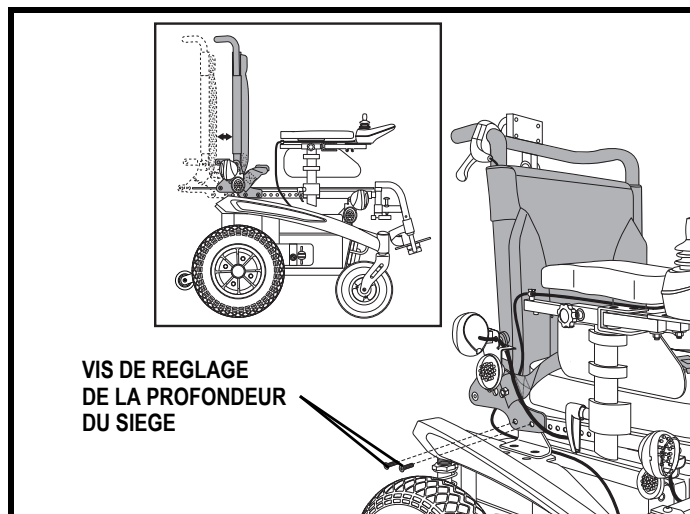

Figure 13. Réglage de profondeur du siège
2. Retirez les deux vis de réglage de la profondeur de chaque côté du siège. **Voir la figure 13.**